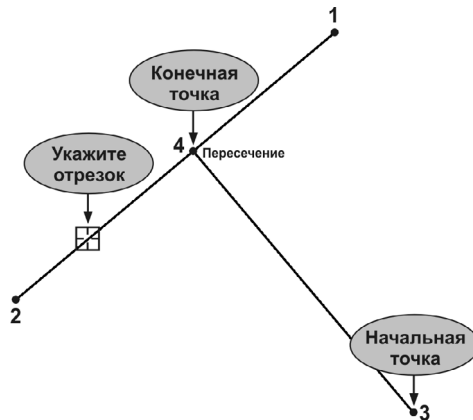

Рис. 59.50.
- 3.2. Постройте отрезок 3–4. Укажите курсором отрезок 1–2, перпендикулярно которому должен пройти создаваемый отрезок. Начальную точку зафиксируйте в точке 3. Конечную точку 4 зафиксируйте на отрезке 1–2. Используйте привязку **Пересечение** (рис. 59.50).